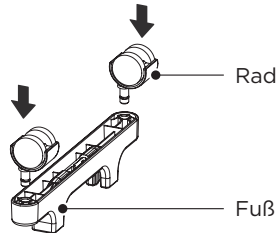

Abbildung 1
- 1 Nehmen Sie die Füße aus den Wärmesenken und die Räder aus der Styroporverpackung. Drücken Sie dann wie in Abbildung 1 dargestellt die Räder in die Befestigungslöcher der Füße.